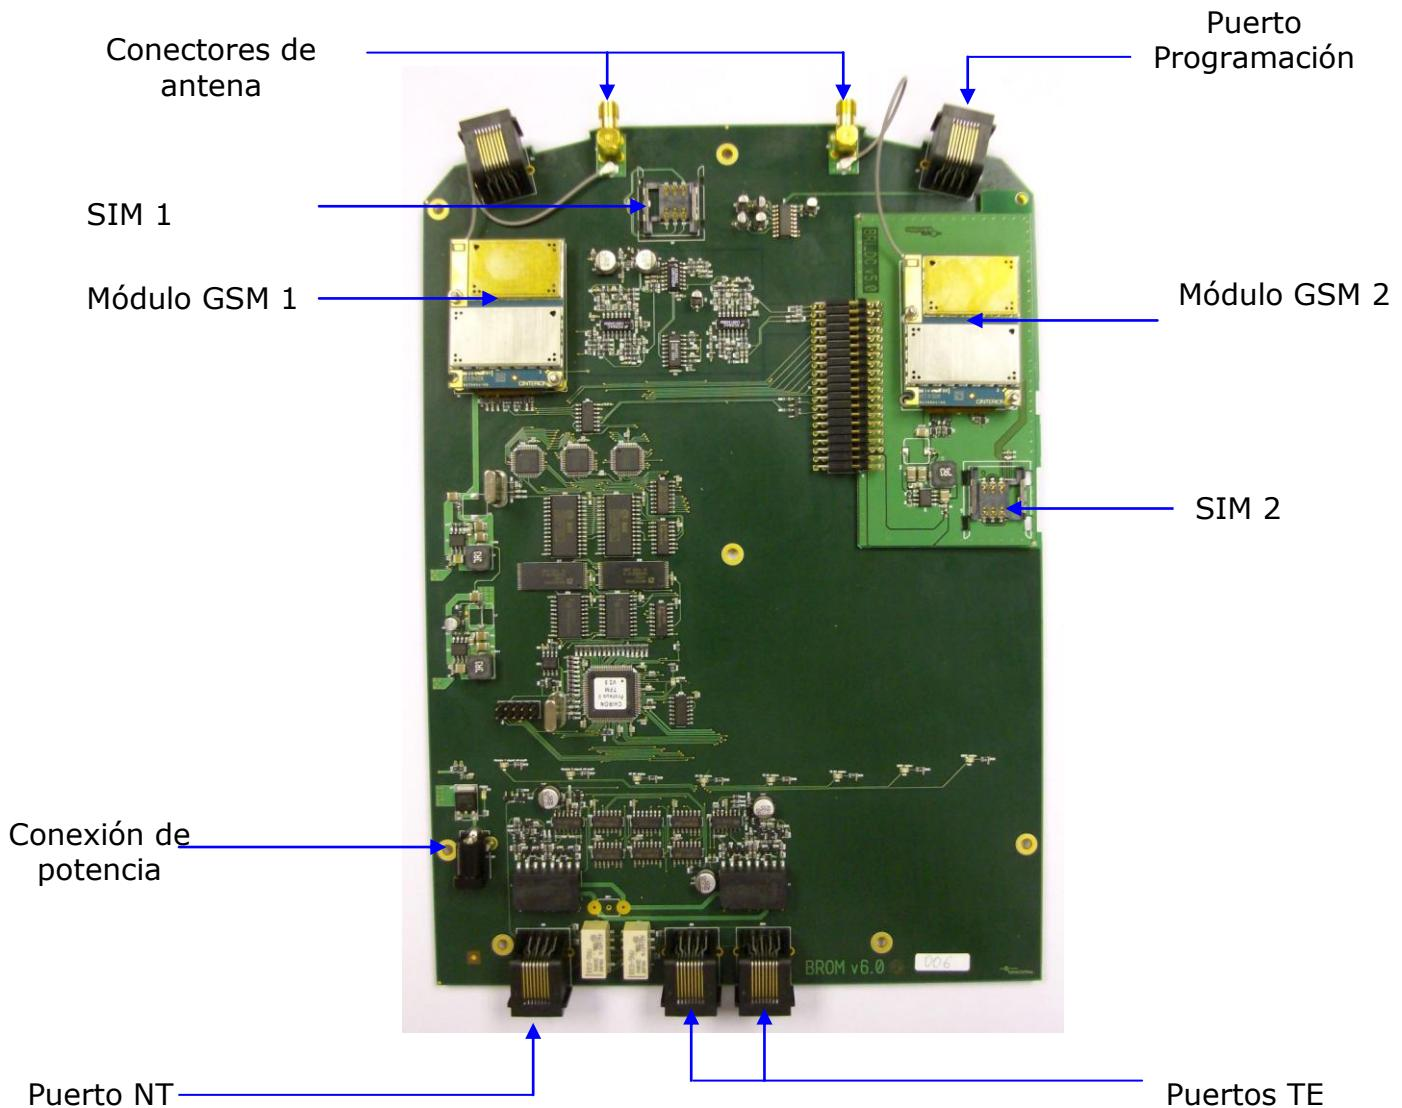

Figura 1
2. Conectar las antenas (ver Figura 1)
- } Ver Figura 1